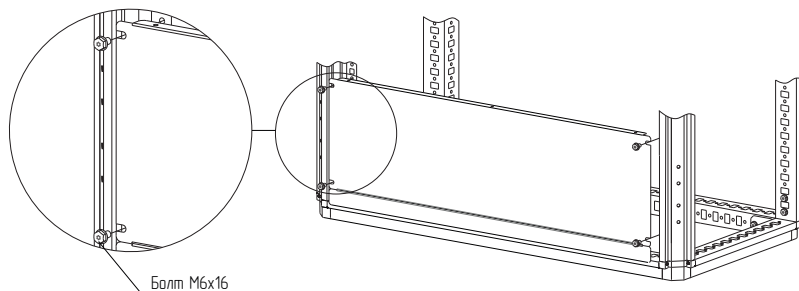

Рисунок 25
4.12.3 Установить фальш-панель внутреннюю глухую на нужной высоте болтами М6×16 (рисунок 25). Момент затяжки – 7 Н·м. Болты приобрести отдельно.